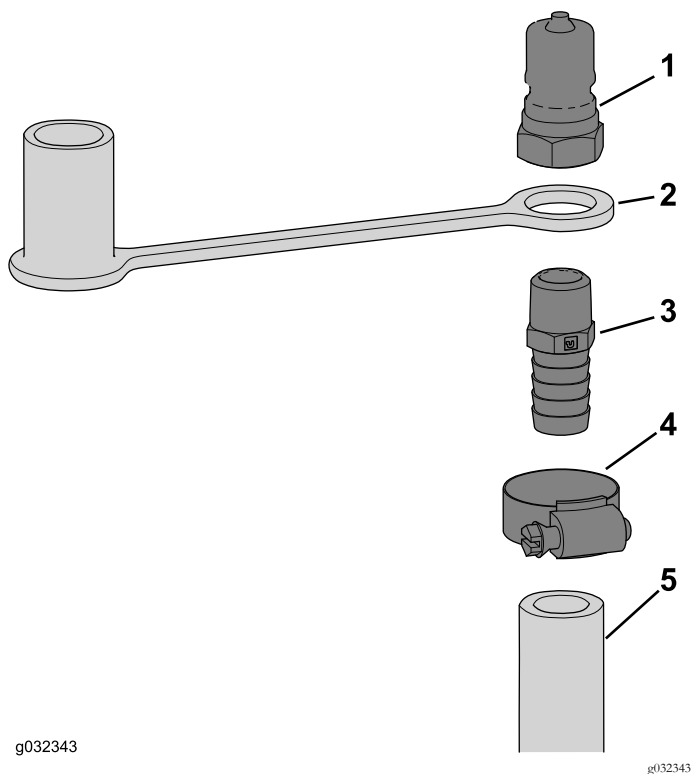

Figura 16
2. Deslize a tampa antipoeira por cima da extremidade roscada da união reta, como se mostra na Figura 16.
3. Enrosque a união reta no acoplador macho (Figura 16).
5. Deslize uma braçadeira de tubos por cima do tubo (Figura 16).
6. Insira a extremidade estriada do conjunto no tubo e prenda-a com a braçadeira de tubos como se mostra na Figura 16.